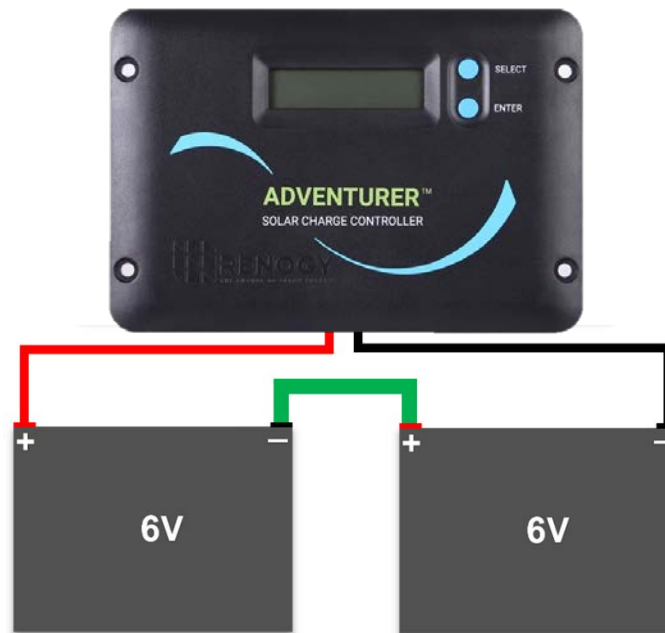

Figura 9.1 Dos baterías de 6V conectadas en serie
Cuando dos o más baterías están conectadas en serie, sus voltajes se suman, pero la capacidad de amperios-hora (AH) sigue siendo el mismo. La **Figura 9.1** muestra dos baterías de 6V en serie. Por ejemplo, si cada batería tiene 225 Ah, este cableado forma un banco de baterías de 12 V con una capacidad de 225 Ah. Observe que los cables de conexión de las baterías en serie son de mayor calibre que los procedentes del controlador. Estos cables tienen que ser de mayor calibre, porque cuando la energía se extrae de un inversor, producirá grandes cantidades de corriente. Este cable de interconexión a menudo se dimensiona de acuerdo con la potencia del inversor.